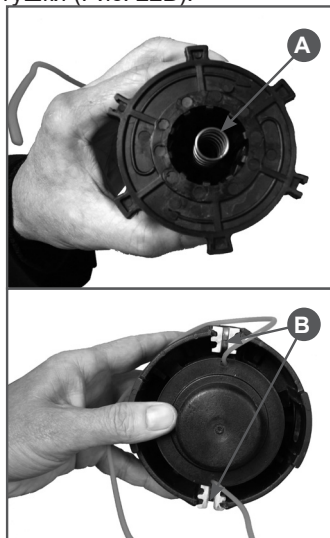

Рис. 22 Установка катушки в корпус
4. Установите в катушку пружину (Рис. 22А). Установите катушку с кордом в корпус и зафиксируйте концы корда в специальных пазах. Концы корда должны находиться против направляющих, установленных в корпусе катушки (Рис. 22В).